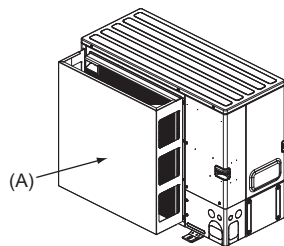

Fig. 2-5
- (2) Montera en luftskyddsguide om enheten är installerad på en plats där starka vindar från en tyfon eller liknande kan komma in direkt i luftutblåset. (Fig. 2-5)